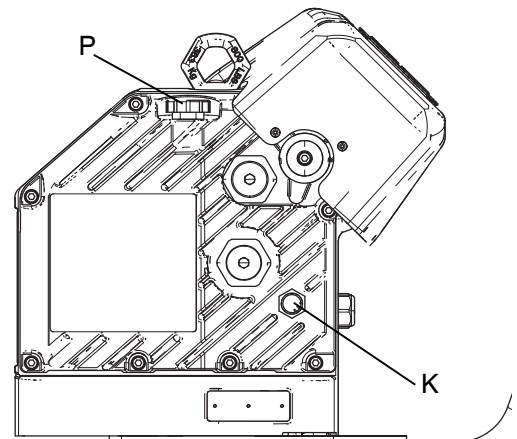

图 8：窥镜和注油盖
3. 打开注油盖 (P)，加入 Graco 零配件号为 16W645 ISO 220 的无硅合成 EP 齿轮油。检查观察孔 (K) 中的油位。（参阅图 8。）连续加入机油，直到油位接近窥镜的一半高度处。油量约为 1.0 - 1.2 夸脱（0.9 - 1.1 升）。请勿过量加注。
4. 重新装上注油盖。参见图 8。
参见图 8。检查窥镜 (K) 中的油位。当喷涂机不运行时，油位应大约在窥镜一半高度处。油位较低时，打开注油盖 (P)，加入 Graco 零配件号为 16W645 的 ISO 220 无硅合成 EP 齿轮油。